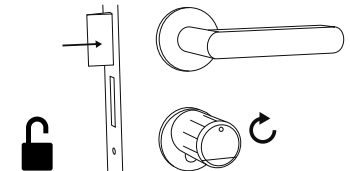
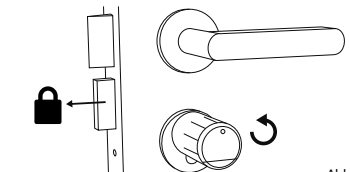

Abb. 85
Abb. 86
- 3 Wenn die eingegebene Zahlenkombination korrekt ist, leuchtet das Zylinderstatus-Symbol (⦿) und die Tür kann aufgeschlossen (Abb. 85) oder abgeschlossen werden (Abb. 86).